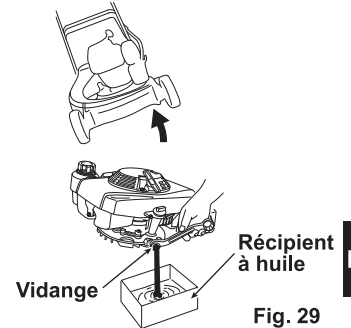

Fig. 29
2. Vidangez l'huile moteur en la faisant couler par l'orifice de vidange. (Voir Fig. 29)